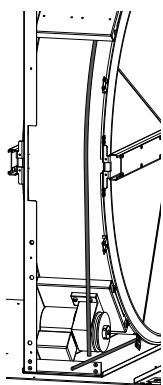

Рис. 14
- Наденьте новый круглый ремень на большой шкив и поверните шкив рукой, чтобы протянуть ремень через паз (см. рис. 14).